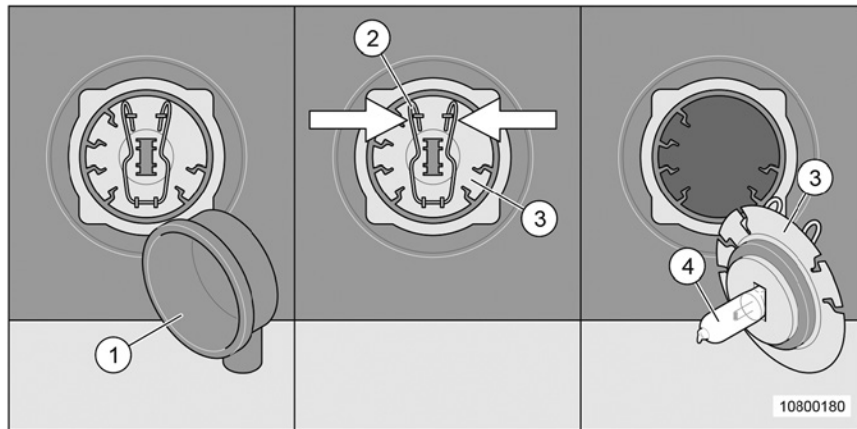

Fig. 185 Remplacement de l'ampoule du feu antibrouillard
1. Enlever l'écran (Fig. 185/1).
2. Comprimer les pinces (Fig. 185/2).
3. Retirer l'ampoule (Fig. 185/3) du culot et la remplacer.
- En remplaçant l'ampoule, ne pas toucher le verre (Fig. 185/4) avec les mains.